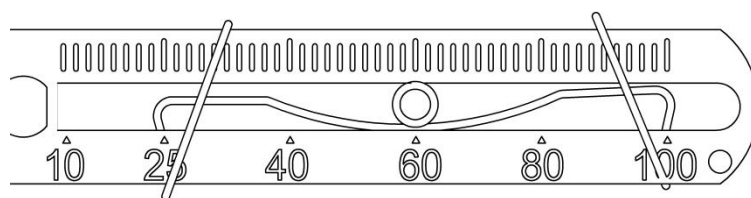

图 15. 反馈杆 B 和传动销连接
- 对于反馈杆 A，使直行程安装支架⑦贴住执行器，反馈杆⑤的头部进入 U 型杆①。对于反馈杆 B，把传动销⑪插入到反馈杆 B 插槽内的固定弹簧上，如图 15 所示。调整位置，目测确认阀的主轴和反馈杆成直角。如无法成直角则按实际情况安装。